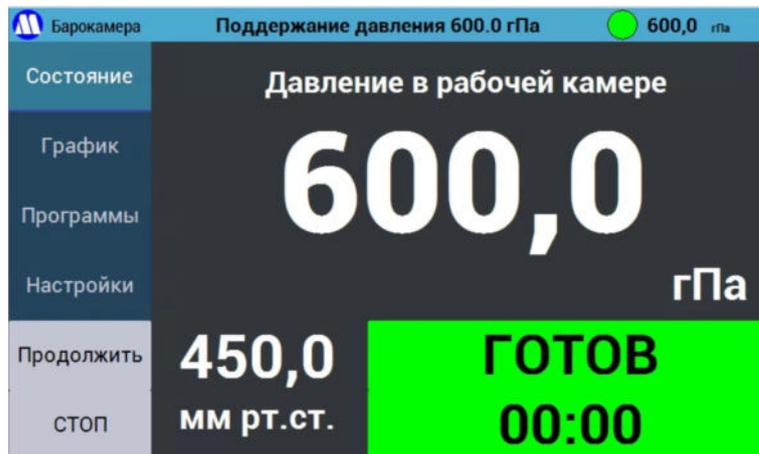
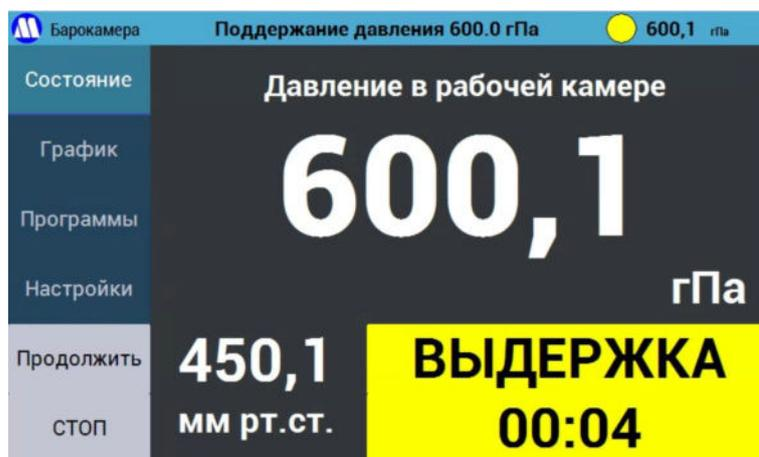

Рисунок 25 – Значение абсолютного давления в барокамере установлено.
Рисунок 26 – Выдержка при давлении.
8.2.12. После стабилизации заданного значения абсолютного давления в строке статуса на дисплее контроллера высвечивается надпись «ГОТОВ» на зеленом поле (Рисунок 25) и время, прошедшее с момента установки давления.
8.2.13. В методиках поверки некоторых средств измерений указана необходимость выдерживания СИ при давлении в течение определенного времени. В этом случае при работе по программе поверки соответствующего СИ перед выводом статуса «ГОТОВ» на зеленом поле контроллер запустит таймер обратного отсчета и покажет статус «ВЫДЕРЖКА» (Рисунок 26). После истечения необходимого времени выдержки контроллер покажет статус «ГОТОВ» на зеленом поле и запустит таймер с 0 (Рисунок 25).